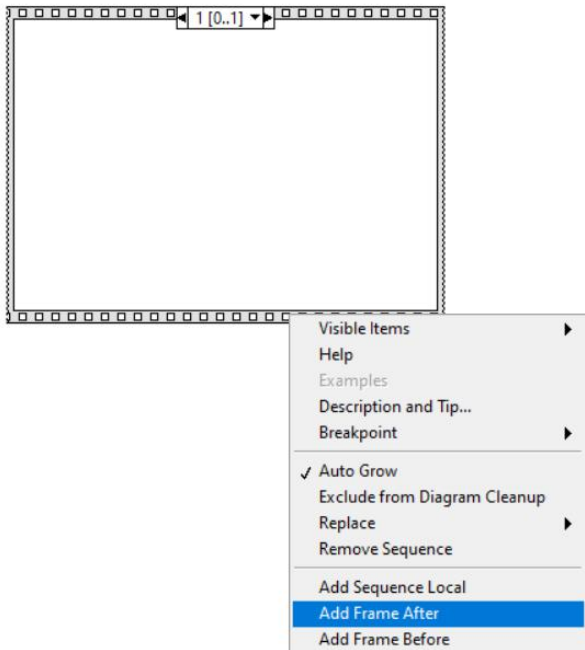

Fig. 3 "Add Frame After"
3. Clic derecho en el perímetro inferior de Flat Stacked Sequence/Add Frame After., realizamos esto 9 veces. (Fig. 3)